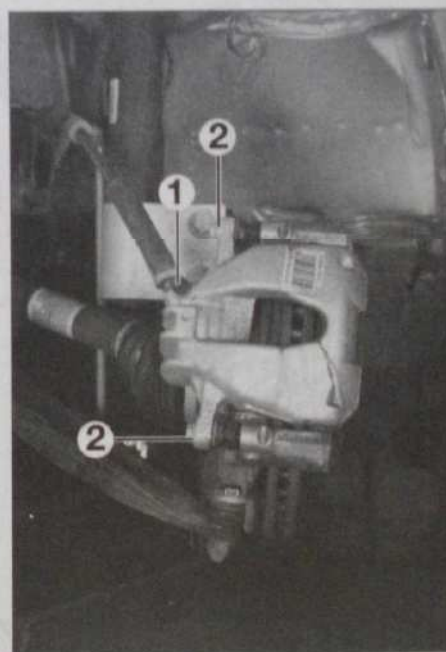

Fig. 5
- Désaccoupler le flexible de frein (1) de l'étrier (Fig.5).